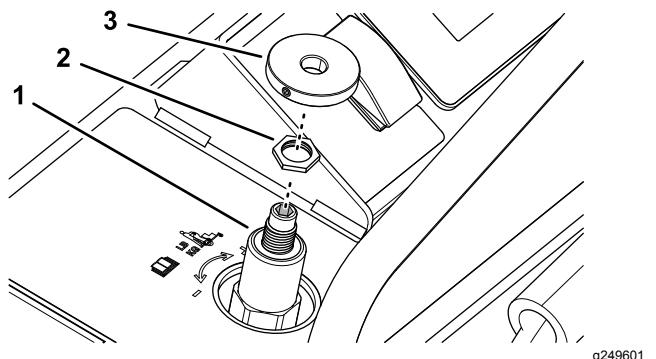

Bild 59
1. Stellen Sie sicher, dass die Stellschraube im Gewichtseinstellungsknopf gegen den Uhrzeigersinn so weit gedreht ist, dass der Knopf über die Welle des Gewichtseinstellungventils geschoben werden kann (Bild 59).
2. Stellen Sie sicher, dass die Klemmmutter auf der Welle des Gewichtseinstellungventils angezogen ist (Bild 59), siehe Schritt 6 in **Einstellen des Gewichtseinstellungventils** (Seite 49).
3. Setzen Sie den Knopf auf die Welle des Gewichtseinstellungventils (Bild 59).
3. Lösen Sie die Klemmmutter für das Gewichtseinstellungventil, siehe Bild 59 in **Montage des Gewichtseinstellungsknopfes** (Seite 49).